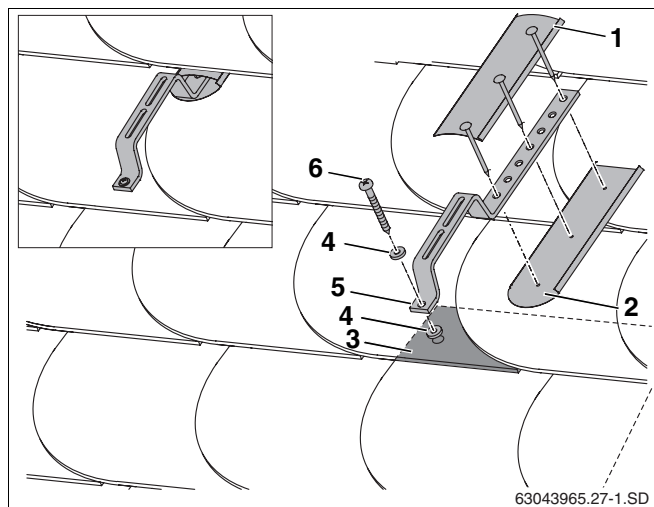

Рис. 26 Монтаж на крыше с покрытием шифером/гонтом
В качестве примера здесь приводится описание монтажа специального кровельного крюка и водонепроницаемого уплотнения с использованием планок заказчика (рис. 26, **поз. 1 и 2**) на покрытии шифером/гонтом.
- Установить специальные кровельные крюки (рис. 26, **поз. 5**) и уплотнение (рис. 26, **поз. 4**), закрепив их шурупом (рис. 26, **поз. 6**) на покрытии шифером/гонтом.
- Для водонепроницаемости при монтаже нужно укладывать планки заказчика (рис. 26, **поз. 1, 2**) сверху и снизу специальных кровельных крюков.
Специальный кровельный крюк должен спереди прилегать к многослойному покрытию (рис. 26, **поз. 3**).